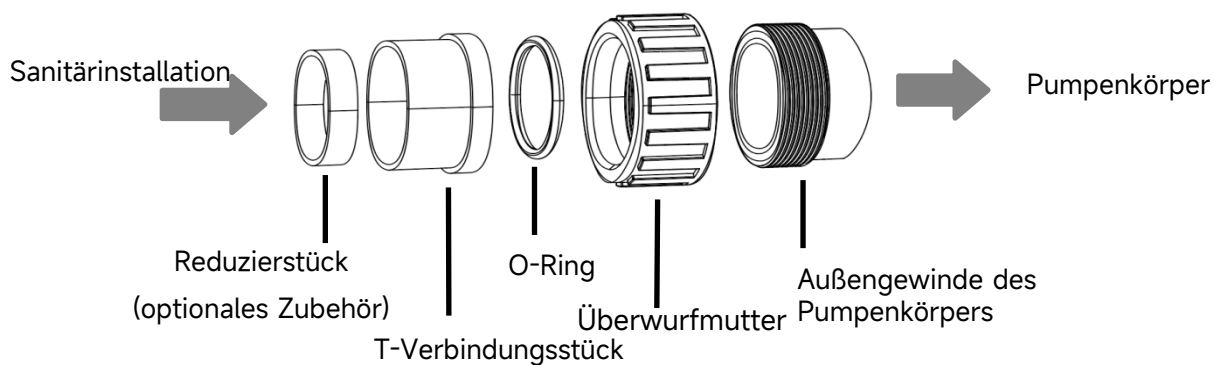

Abbildung 3 – Verbindungs-Kit
3. Verwenden Sie das vom Pumpenhersteller mitgelieferte Verbindungsset (siehe Abbildung 3). Verwenden Sie keine anderen Verbindungsstücke für den Pumpenein-/auslass, da diese nicht zusammenpassen und das Pumpengehäuse beschädigen könnten.